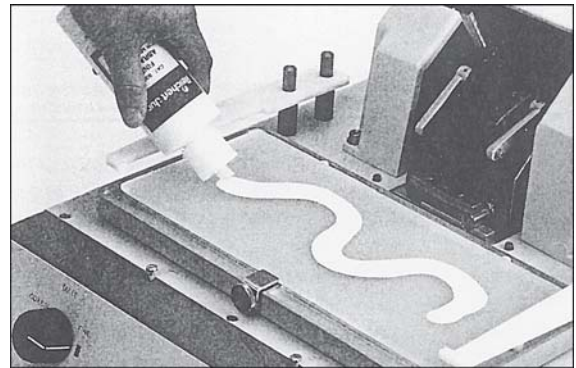

Abb. 22.2
3. Befestigen Sie die Glasplattenhalter aus Kunststoff, sofern nicht eingesetzt, an den Stiften auf der Plattform und ziehen Sie die beiden Klemmschrauben an jedem der Stifte fest (**Abb. 22.2**).
5. Leica Glasschleifpaste gut schütteln, so dass eine einheitliche Emulsion entsteht. Falls nötig, Applikatordeckel öffnen und Inhalt durch Umrühren vermischen. Schleifpaste in S-förmigem Streifen auf die Glasplatte auftragen (**Abb. 22.2**). Soviel Schleifpaste auftragen, dass die Paste die gesamte Oberfläche der Platten bedeckt, wenn die zweite Glasplatte eingelegt und mit dem Aufarbeiten begonnen wird.